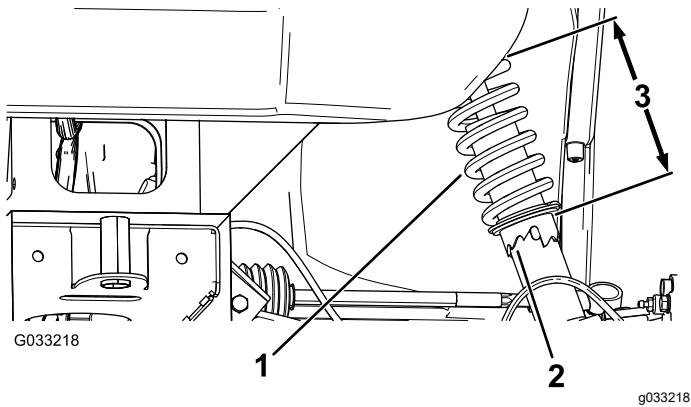

Bild 55
2. Wenn der Radsturz nicht richtig eingestellt ist, drehen Sie den Stellring am Stoßdämpfer mit einem Gabelschlüssel, um das Rad einzustellen (Bild 55).